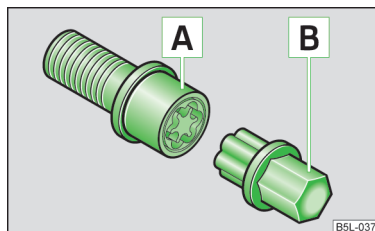

Fig. 143
- Spingere a fondo il lato dentato dell'adattatore B » fig. 143 nella dentatura interna del bullone A in modo tale che da quest'ultimo sporga soltanto l'esagono esterno.